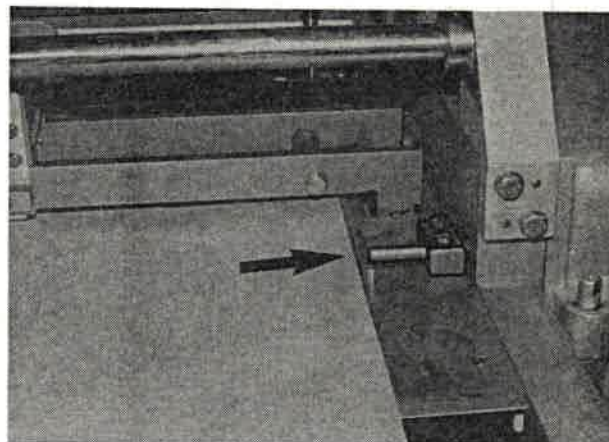

Bild 162
11. Einwickler an den Anschlag (Bild 162/Pfeil) andrücken und unter den Vorzugwalzen hindurchschieben.